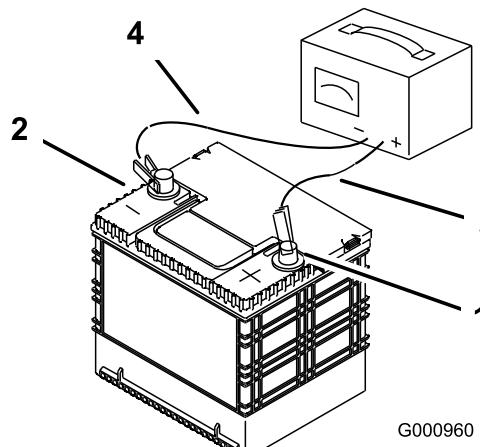

Figura 56
2. Cuando la batería esté completamente cargada, desconecte el cargador de la toma de electricidad, luego desconecte los cables del cargador de los bornes de la batería (Figura 56).